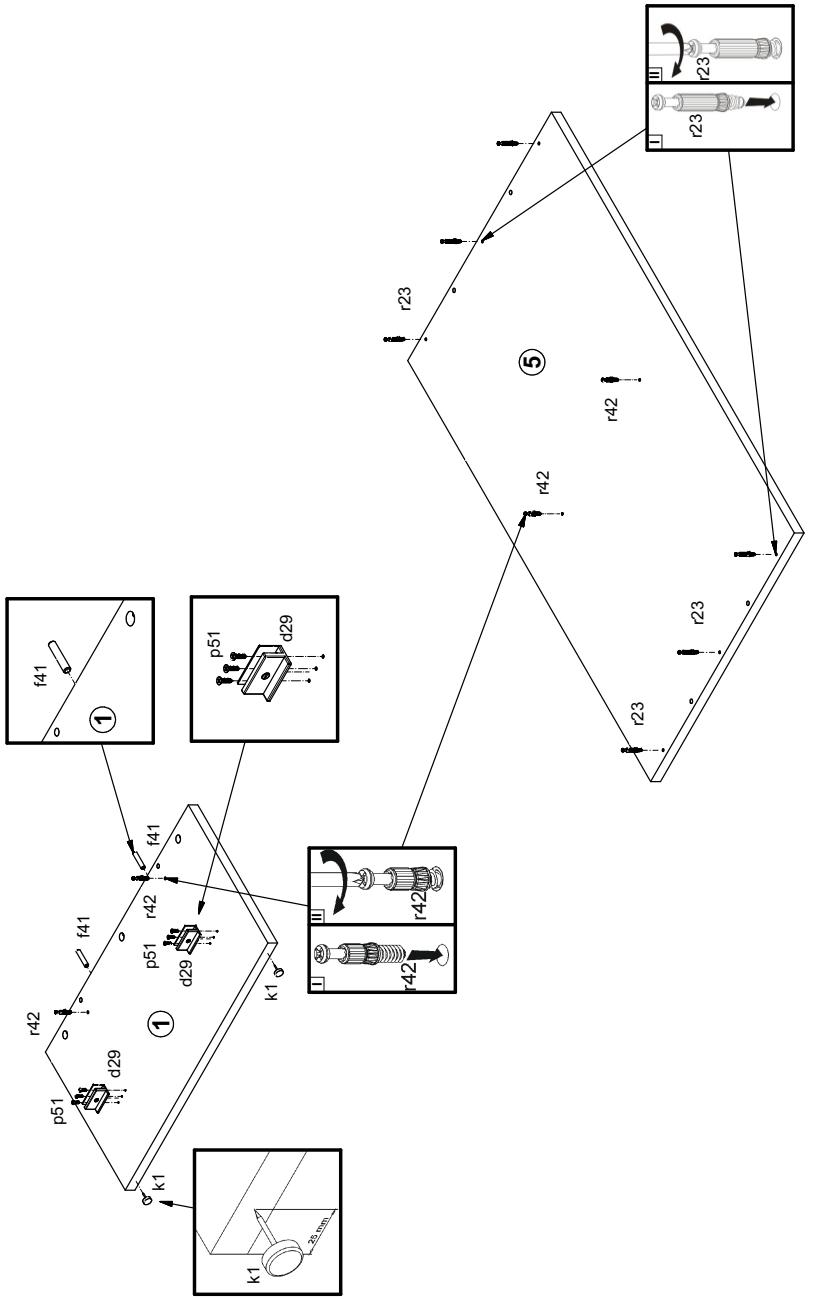

Рисунок 2
- В отверстия **Ø8 мм** на верхних кромках стенок боковых **1** (см. рис. 2) вбить деревянные шканты **f41**.
- В отверстия **Ø5 мм** на боковых поверхностях стенок **1** (см. рис. 2), на нижней поверхности щита **5** (см. рис. 2) вкрутить винты стяжки **r42**.
- В отверстия **Ø5 мм** на нижней поверхности щита **5** (см. рис. 2) вкрутить винты стяжки **r23**.
- В отверстия **Ø3 мм** на боковых поверхностях стенок **1** (см. рис. 2) шурупами **p51** закрепить полодержатель **d29**.
- На нижних кромках стенок **1** вбить подпятники **k1** (см. рис. 2).